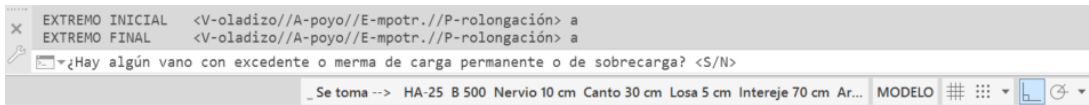

Figura 11. Mensaje de Architrave® en el cuadro de diálogo
5. Exceso o merma de carga. Seguidamente el programa pregunta si alguno de los vanos tiene un exceso o una merma de carga respecto a la carga que se ha introducido como carga permanente (figura 11). Si se responde "SI" a esta pregunta, hay que indicar la carga de más o de menos que tiene que considerar.